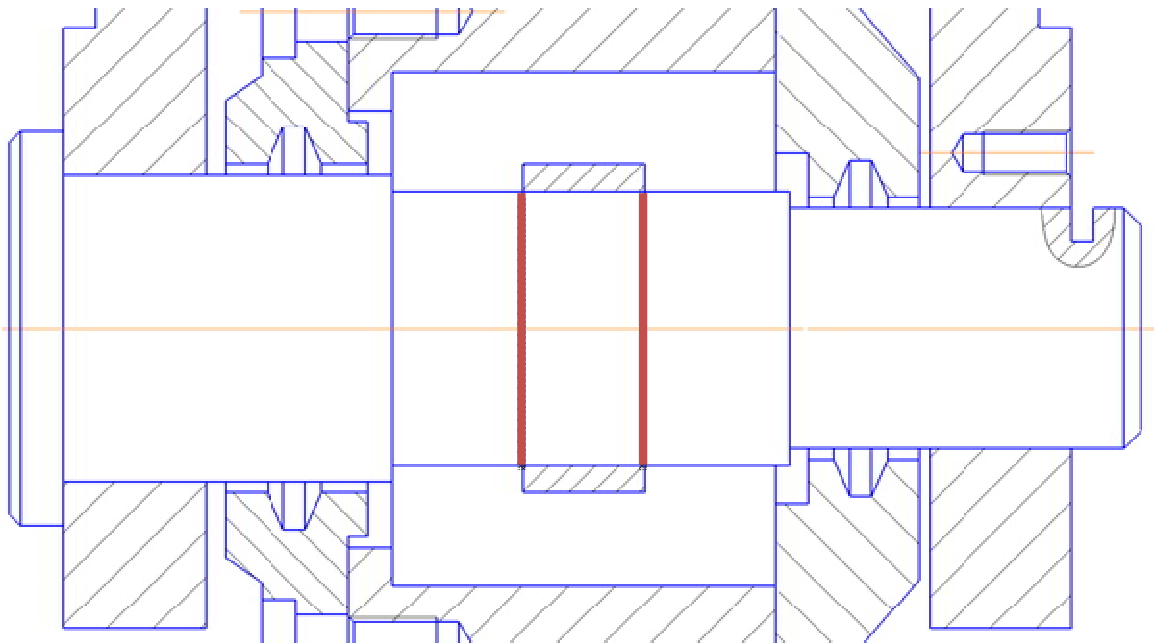

Рис. 4.26. Отрезки, которые необходимо удалить
- Выберите команду «Усечь кривую»  на панели «Редактирование»  и щелкните на указанных участках линии (рис. 4.26).